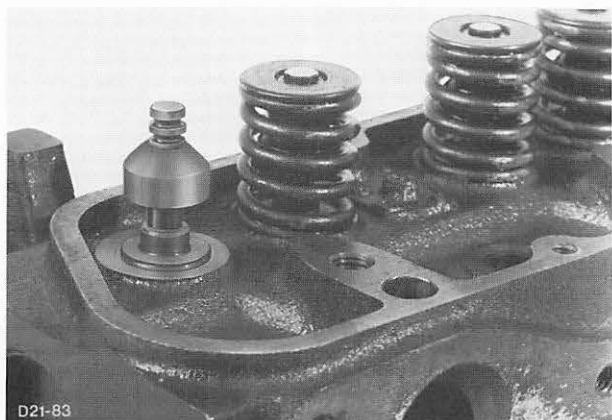

Abb. 219 Ölabschirmring auf Ventilschaft schieben
6. Ölabschirmringe montieren, Abb. 219, Klebefolie von Ventilschaft wieder entfernen.